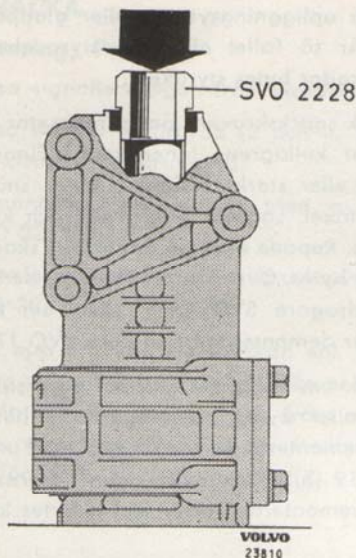
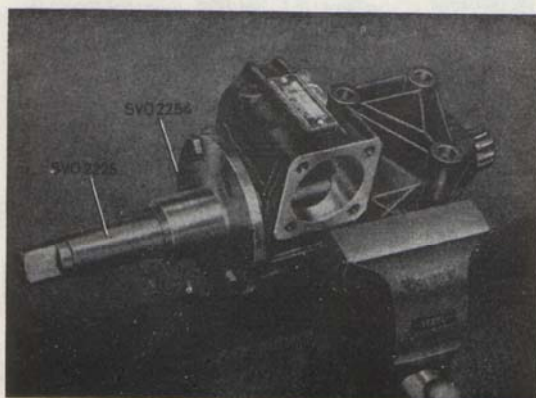

Bild 35. Montering av styraxelbusning.
Bild 36. Brotskning av styraxelbusningar
1. Pressa i styraxelns bussningar från var sitt håll med dorn SVO 2228 och standardskaft SVO 1801, jämför bild 35. Brotscha bussningarna med brotschen SVO 2225. Använd styrningen SVO 2254, vilken fästes på huset med två skruvar, se bild 36. Rengör huset noggrant från metallspån efter brotsningen.